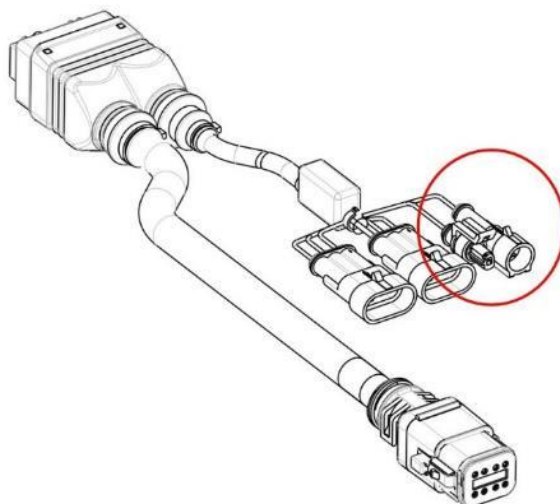

Figura 3-15 Cable DMD X-tend
3. Abren y cierran el contacto de seguridad (véase Figura 3-15) del cable correspondiente al motor que parpadea en el sinóptico.